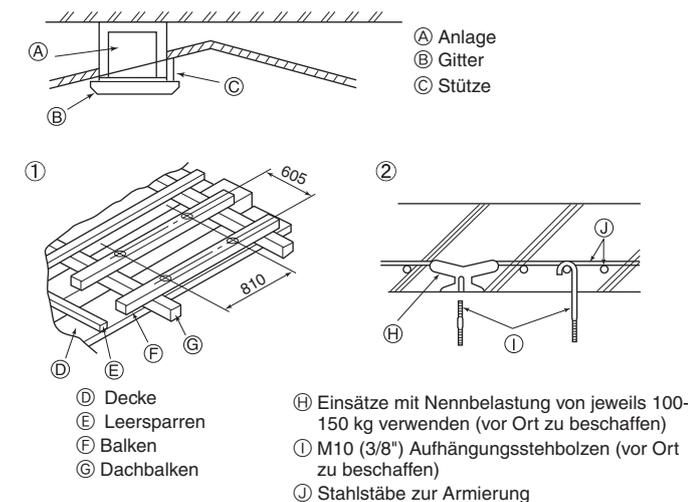

Fig. 2-4
2.4. Bauliche Gestaltung der Aufhängung (Baustruktur der Aufhängung muß hoch belastbar sein) (Fig. 2-4)
② Stahlbetonbauweise